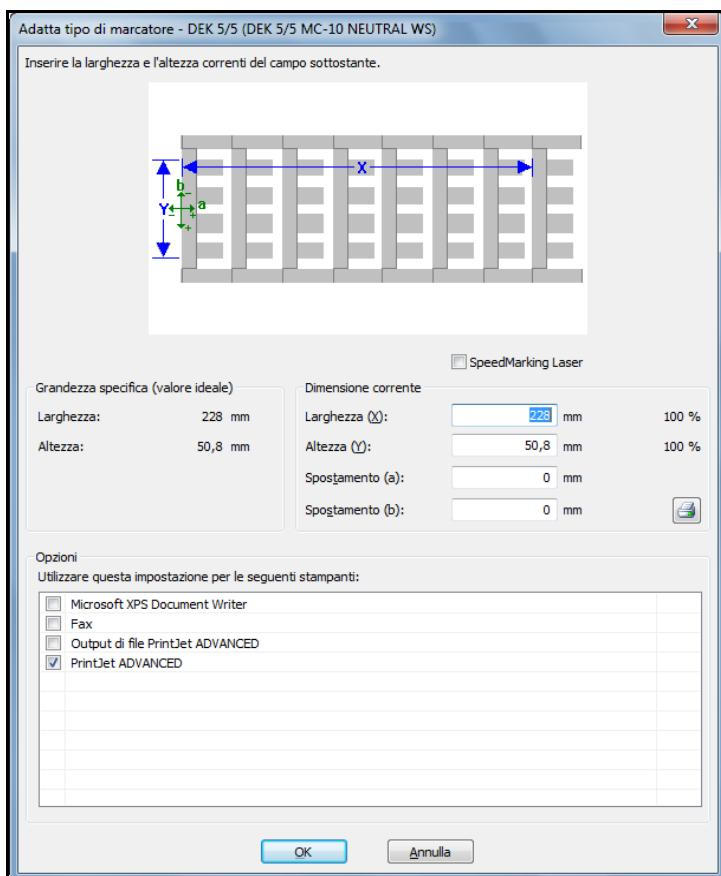

Figura 105      Regolazione del tipo di marcatore
Per ovviare a questo problema è necessario modificare il valore dello 'Spostamento (a)' nella finestra 'Adatta tipo di marcatore' (vedere Figura 105 Regolazione del tipo di marcatore).
Per ovviare a questo problema è necessario modificare il valore dello 'Spostamento (b)' nella finestra 'Adatta tipo di marcatore' (vedere Figura 105 Regolazione del tipo di marcatore).
Per ovviare a questo problema è necessario sottrarre il valore misurato (in questo esempio 1 mm) dal valore attuale 'Larghezza (X)' nella finestra 'Adatta tipo di marcatore' (vedere Figura 105 Regolazione del tipo di marcitore).
Se, con il susseguirsi dei marcatori, la stampa si sposta progressivamente dal centro verso sinistra, è necessario aggiungere il valore misurato al valore attuale 'Larghezza (X)' nella finestra 'Adatta tipo di marcitore' (vedere Figura 105 Regolazione del tipo di marcitore).
Per ovviare a questo problema è necessario sottrarre il valore misurato (in questo esempio 1 mm) dal valore attuale 'Altezza (Y)' nella finestra 'Adatta tipo di marcitore' (vedere Figura 105 Regolazione del tipo di marcitore).
Se, con il susseguirsi dei marcatori, la stampa si sposta progressivamente dal centro verso il basso, è necessario aggiungere il valore misurato al valore attuale 'Altezza (Y)' nella finestra 'Adatta tipo di marcatore' (vedere Figura 105 Regolazione del tipo di marcatore).